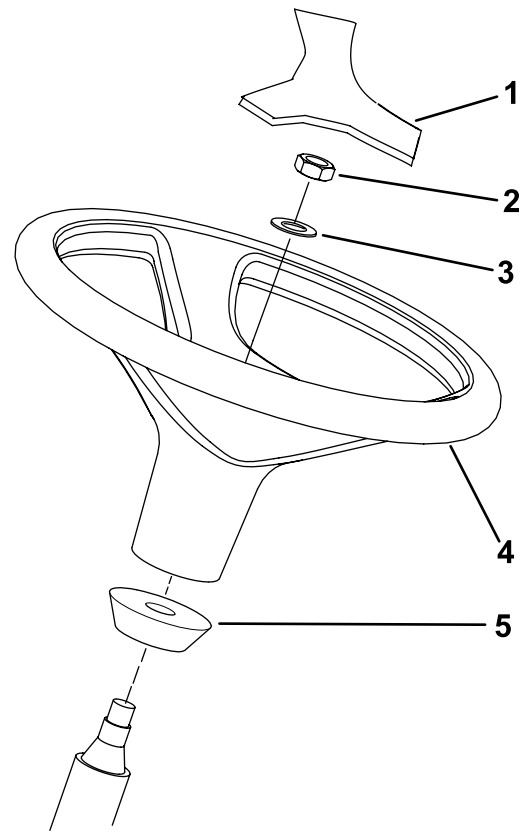

Bild 13
1. Nehmen Sie das Lenkrad von der Versandpalette ab (Bild 13).